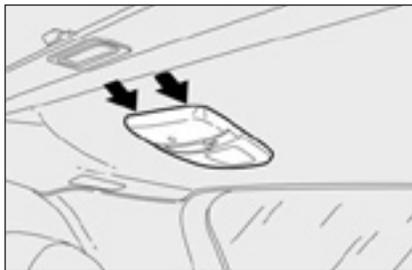

рис. 87
- снимите задний потолочный плафон, сдвигая в точках, показанных стрелками рис. 87;